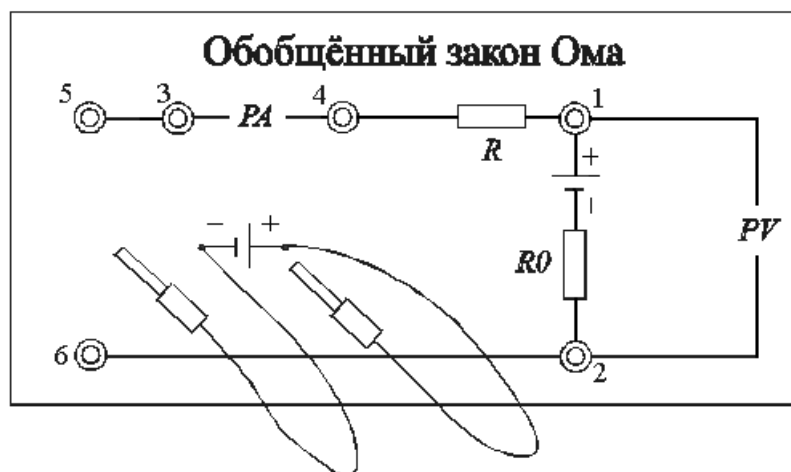
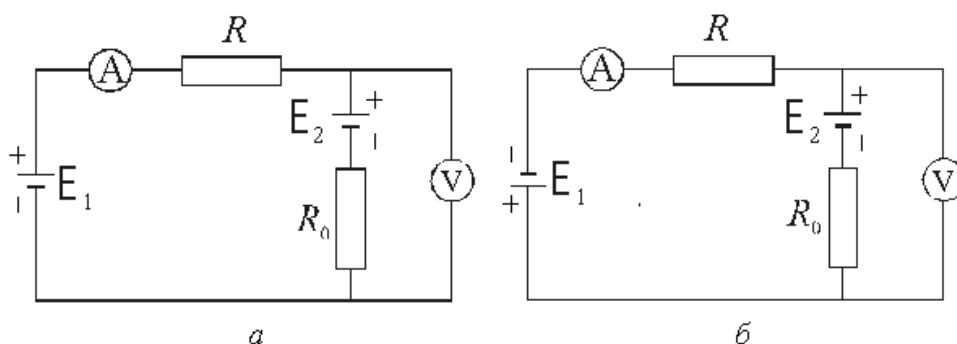

Рис. 5
Рис. 6
На лицевой панели лабораторного модуля изображена электрическая схема установки (рис. 5) и расположены гнезда для подключения измерительных приборов. К панели также подведены два гибких вывода, с помощью которых можно подключать с различной полярностью источника питания «E1» с ЭДС E1 к исследуемому контуру. Будем считать, что величина внешней регулируемой ЭДС E1 всегда известна, а постоянная величина E2, создаваемая источником питания «E2», неизвестна, как и сопротивление участка 1-2. Определим их.
Выберем направление обхода контура от точки 1 к точке 2 (см. рис. 5), а за положительное направление тока примем направление от точки 2 к точке 1, тогда в соответствии с обобщённым законом Ома для участка цепи можно записать
2. Согласно рис. 5 источник «Е1» с ЭДС  $E_1$  подключить к гнездам 5, 6 лабораторного модуля соблюдая полярность (красный провод «+», черный «-»).
3. Источник «Е2» с ЭДС  $E_2$  имеет стационарное подключение к лабораторному модулю, электрическая принципиальная схема встречного включения источников «Е1» и «Е2» приведена на рис. 6а.
17. Результаты измерений тока  $I$  по показаниям миллиамперметра «РА» и разности потенциалов  $\varphi_1 - \varphi_2$  по показаниям вольтметра «РV» (участок  $E_2 - R_0$  на рис. 5) занести в таблицу 1 для встречного включения источников питания «Е1» и «Е2».
19. Изменить полярность подключения источника «Е1» с ЭДС  $E_1$  к лабораторному модулю. Согласно рис. 5. красный провод подключить к гнезду 6, черный – к гнезду 5, электрическая принципиальная схема согласного включения источников «Е1» и «Е2» приведена на рис. 6б.
21. Результаты измерений тока  $I$  по показаниям миллиамперметра «РА» и разности потенциалов  $\varphi_1 - \varphi_2$  по показаниям вольтметра «РV» (участок  $E_2 - R_0$  на рис. 5) занести в таблицу 1 для согласного включения источников питания «Е1» и «Е2».